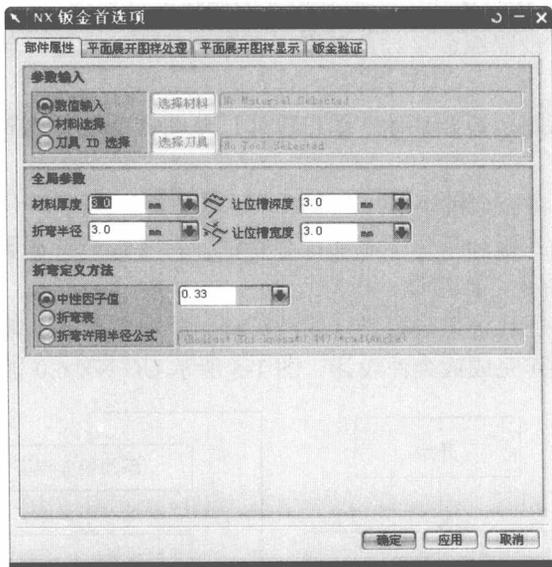

图 1-7 【NX 钣金首选项】对话框
(1) 设置钣金参数。选择【首选项】|【NX 钣金】命令，打开【NX 钣金首选项】对话框，进行钣金参数设置，如图 1-7 所示。